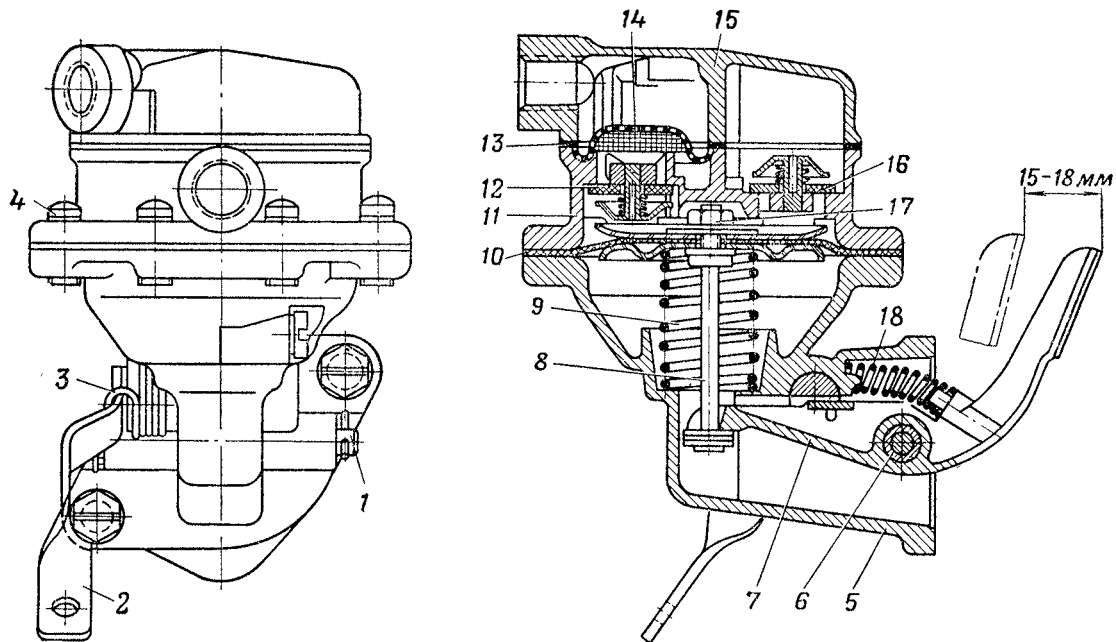

Рис. 41. Бензиновый насос:
1. Вывернуть винты 4 (рис. 41) и снять головку 11 в сборе с крышкой 15.
- а) затяжку винтов крепления головки бензинового насоса производить при оттянутом положении рычага 7 (рис. 41) примерно на 15—18 мм от нормального положения;